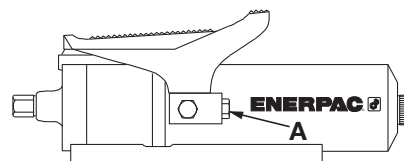

Figura 3
1. Veja a figura 3. Retire a tampa do tubo do conector giratório hidráulico fêmea NPTF de 3/8" NPTF (A) e instale a extremidade macho de uma conexão hidráulica NPTF de 3/8". A conexão pode ser um acoplador de alto caudal, mangueira ou adaptador de manómetro.